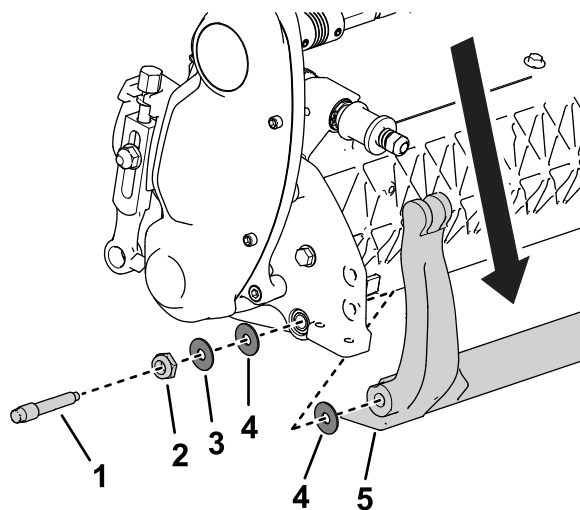

Figure 20
3. De chaque côté de la machine, desserrez le contre-écrou indiqué à la Figure 20.
4. Retirez les boulons de la barre d'appui afin de pouvoir abaisser la barre et la déposer de l'unité de coupe (Figure 20).
Mettez de côté 2 rondelles en nylon et 1 rondelle en acier à chaque extrémité de la barre d'appui (Figure 20).
3. Placez une rondelle en nylon de chaque côté du bossage de la plaque latérale. Placez une rondelle en acier à l'extérieur de chaque rondelle en nylon (Figure 20).